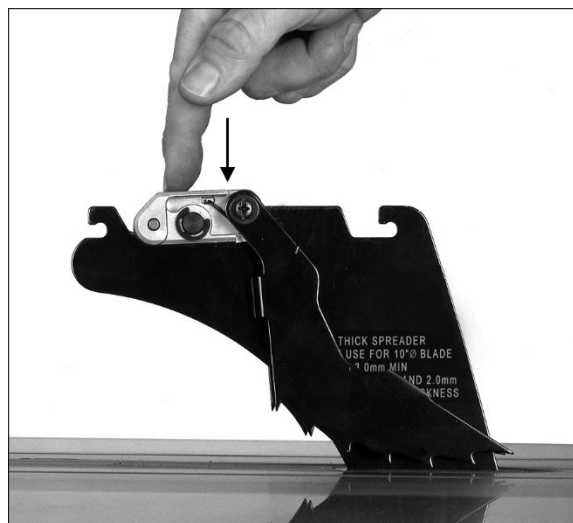

Figure 6-12
3. Faites pivoter la tête et poussez-la vers le bas (Figure 6-12) jusqu'à ce que vous entendiez
1. Poussez les plaques de protection (E, Figure 6-12) vers le haut et vers l'avant jusqu'à ce qu'elles se prennent dans les bouchons (F).
3. Serrez le bouton (G).
4. Abaissez les feuilles de protection (E) et laissez-les tomber sur la table.